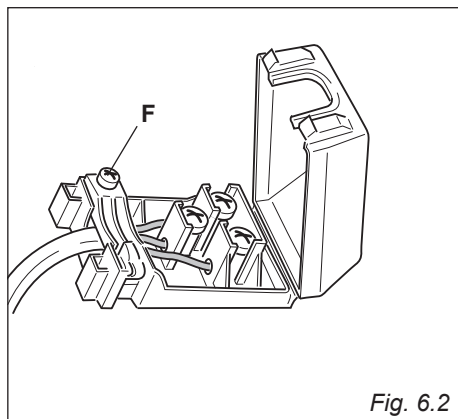

Fig. 6.2
- Åbn aflastningen ved at skrue skruen "F" ud (Fig. 6.2). Skrueene i klemrækken skrues ud.